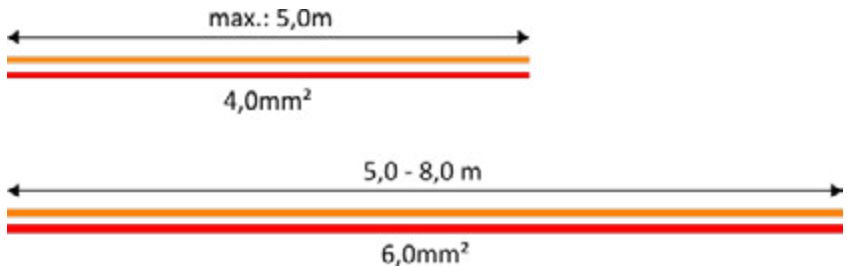

Fig. 39
- Les diamètres de câble pour le branchement par câble entre la batterie et l'appareil de chauffage doivent être ceux indiqués ci-dessous (Fig. 39).